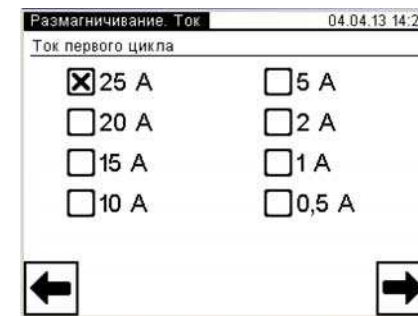

Рисунок 6.51
7) Выбрать ток первого цикла размагничивания, для чего нажать возле соответствующего значения в окне "Размагничивание. Ток" (рисунок 6.51). Значение тока, при котором начинается процесс размагничивания, должно быть не менее удвоенного значения тока холостого хода трансформатора.